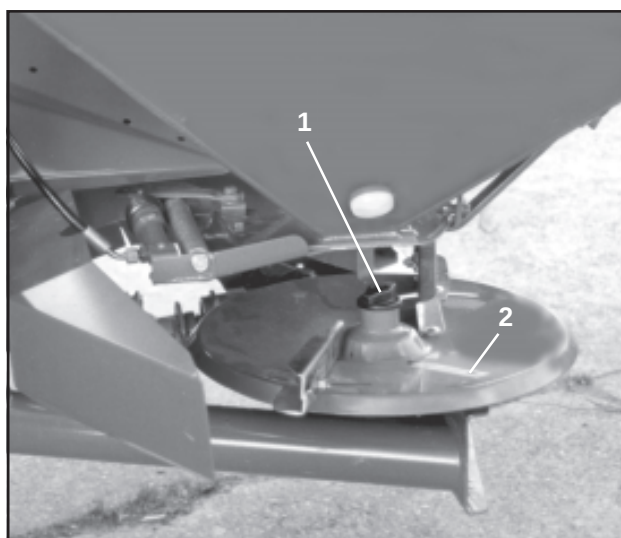

Fig. 7.28
- Fjern fløjmotorikken (Fig. 7.28/1).